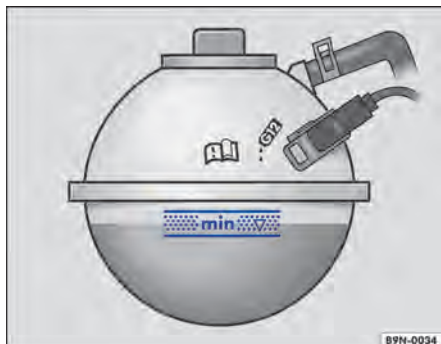

Fig. 195 No compartimento do motor: marcação no reservatório de expansão do líquido de arrefecimento do motor.
- Com o motor frio, verificar o nível do líquido de arrefecimento do motor pela marcação lateral do reservatório \Rightarrow Fig. 195.
- O nível do líquido de arrefecimento do motor deve estar entre as marcas \Rightarrow Fig. 195. do reservatório compensador. **Não completar acima da borda superior da área demarcada** \Rightarrow .
- Abastecer com líquido de arrefecimento do motor somente até a borda superior da faixa marcada ⇒ Fig. 195. Caso contrário, ao aquecer-se, o líquido excedente será expulso do sistema de arrefecimento do motor e poderá ocasionar danos.